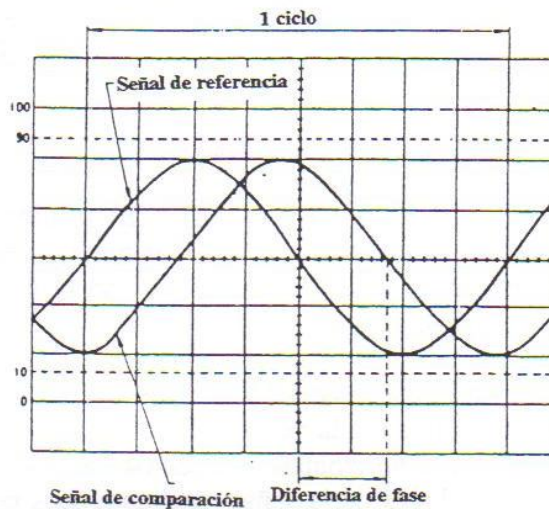

Figura 4.7
4.C.3.5.1 MÉTODO N° 1 (Ver figura 4.7). Este procedimiento es útil para determinar la diferencia de fase en señales de la misma frecuencia.
3. Los controles de posición vertical se usan para posicionar las ondas en el centro vertical de la pantalla. Los controles MAIN TIME BASE y VAR SWEEP se ajustan de forma que un ciclo de la señal de referencia ocupe ocho (8) divisiones horizontales (ver la figura 4.7). Los controles TRIG LEVEL y XPOS son muy útiles en lograr esta observación. Esto se vería como se muestra en la figura 4.7, donde ahora una división representa 45° en fase.
Para el ejemplo mostrado en la figura 4.7, la distancia horizontal es 1.7 divisiones. Así, la diferencia de fase es: